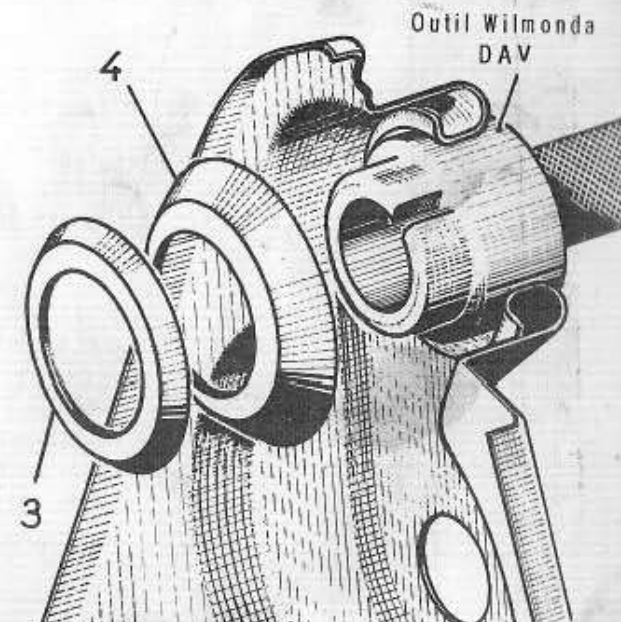

Fig. 43
- 6) Décoller le joint (7) et gratter le plan de joint sur le carter s'il y a lieu.
N.B.- Avant remontage, vérifier l'état du segment d'étanchéité (2), et au besoin, le remplacer.
- 7) Enduire le joint (7) d'huile de lin cuite et le poser sur le carter moteur. Placer le couvre-engrenages (8) équipé du boîtier de mano-contact sur le tampon Wilmonda DAV (Fig. 6), puis les déflecteurs (3 et 4), leur ouverture orientée suivant la Fig. 43. Poser le tampon Wilmonda DAV dans le pignon de distribution après avoir repéré la position de la clavette. Faire glisser le couvre-engrenages sur les goujons. Les deux pieds de centrage (5) prennent leur